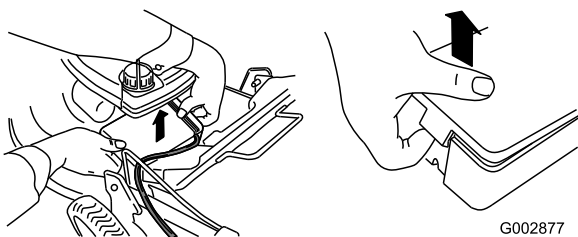

Figura 46
1. Sbloccate il coperchio della batteria da ambo i lati e toglietelo (Figura 46).